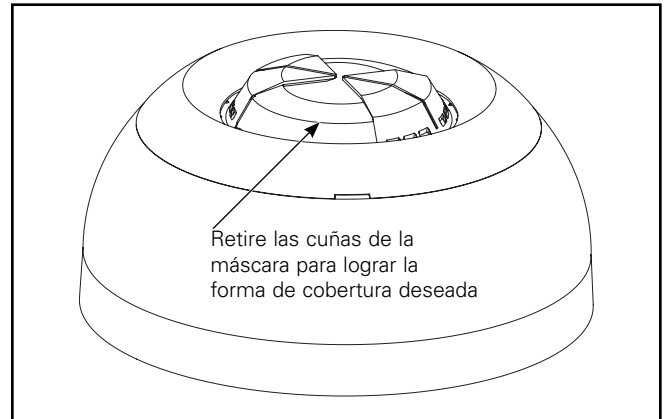

Figura 7.
4. Retire las cuñas de la máscara para lograr la forma de cobertura deseada. (Figura 7.)